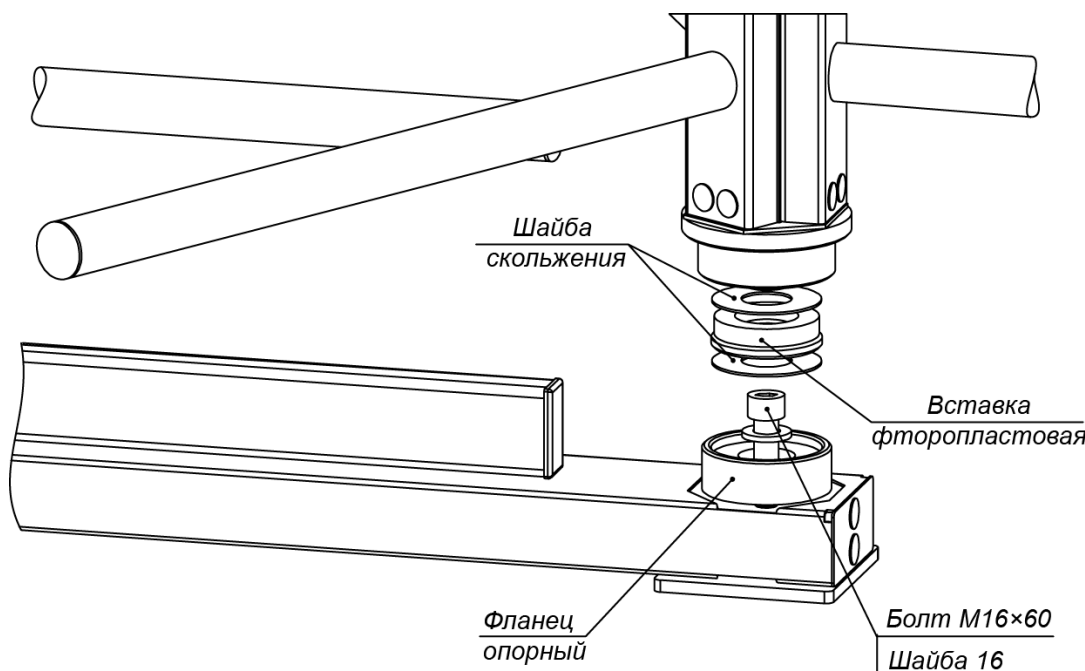

Рисунок 14. Нижний узел вращения ротора (3)
- В место установки нижнего узла вращения ротора вставьте фланец опорный узла вращения (см. рис. 14). Закрепите его и стойку с преграждающими планками на установочной поверхности анкерным болтом M16×60.
14. Распакуйте секции ротора (1) (ящик №2).
15. Произведите монтаж ротора (1) (работайте вдвоем!):
- Соберите нижний узел вращения (3) ротора в стойке с преграждающими планками (5) (см. рис. 14). Две шайбы скольжения и находящаяся между ними фторопластовая вставка должны лежать в узле без перекосов, опираясь на всю опорную поверхность, симметрично относительно оси ротора (верхняя шайба скольжения приклеена к валу ротора). При этом гладкие поверхности шайб скольжения должны быть ориентированы на вставку. Допускается применение на поверхностях скольжения смазки типа ШРУС-4.
- Установите секцию ротора с элементами крепления в нижний узел вращения (3): заведите ее с небольшим наклоном цилиндрическим хвостовиком в узел вращения и затем переведите секцию в вертикальное положение.